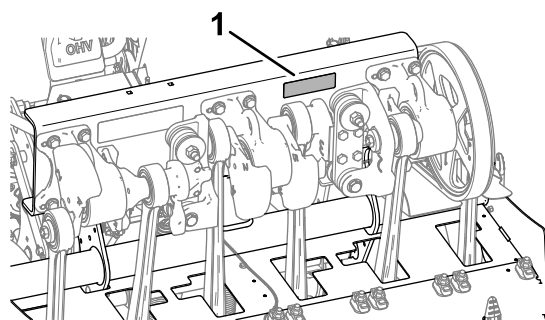

図 182
3. コアリングヘッド、ティラーハンドル、およびホイールナットのボルトのトルクを点検し、適切な締め付けになっていることを確認してください。適正トルク値は、コアリングヘッドのサポートチャンネル材に貼付されているデカルに標示されています 図 182。